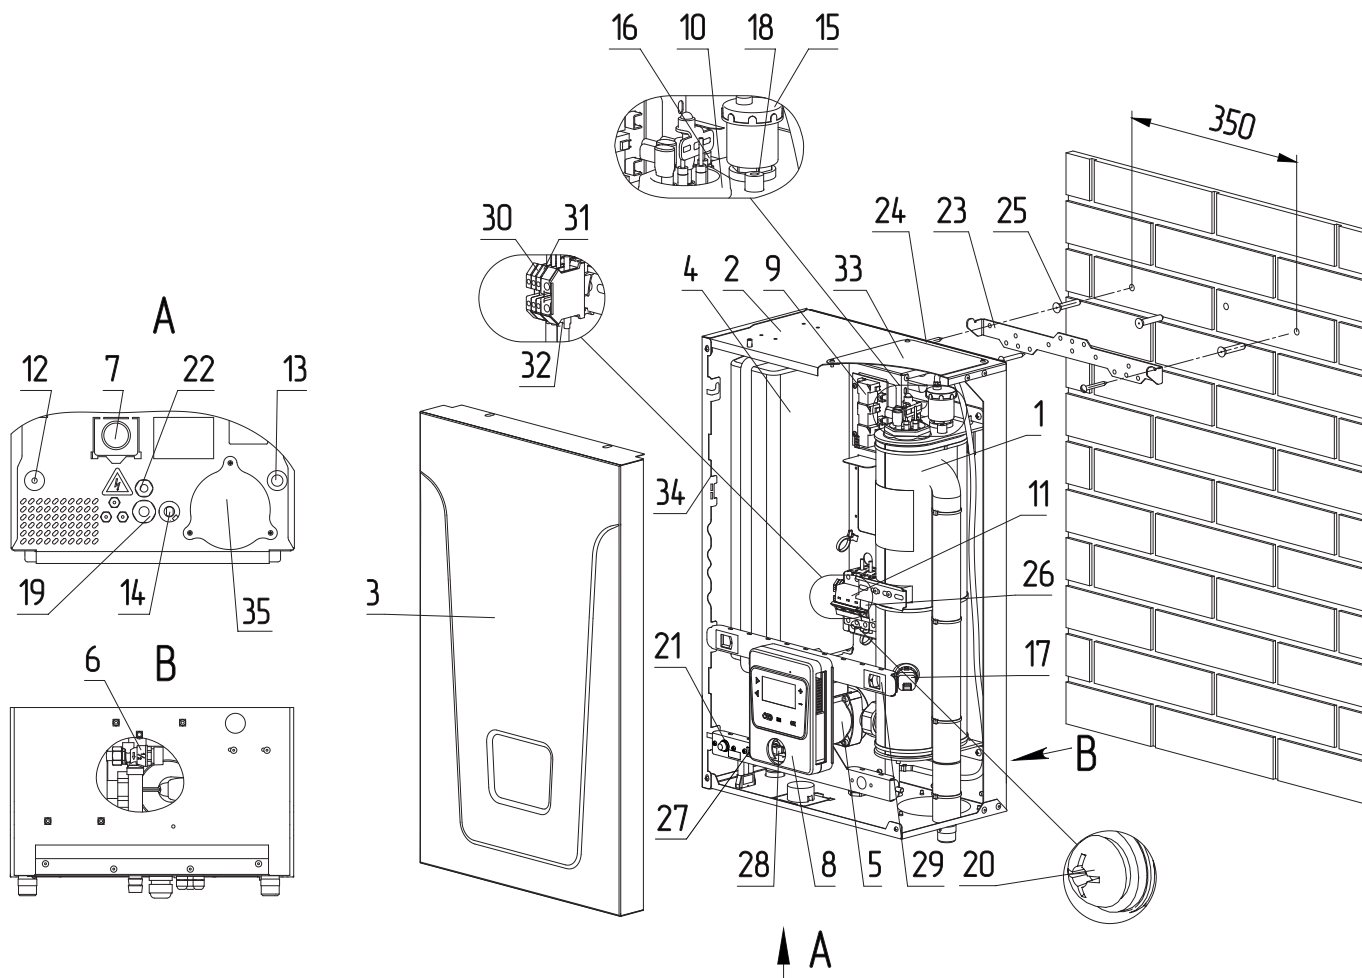

Рис.1 Конструкция котла
- установки запорной арматуры на линии отвода теплоносителя из предохранительного клапана электрического котла (Рис.1, 2, 3, поз.14);
- Категорически запрещается устанавливать запорную арматуру на патрубок сброса теплоносителя из предохранительного клапана электрического котла (Рис.1, 2, 3, поз.14).